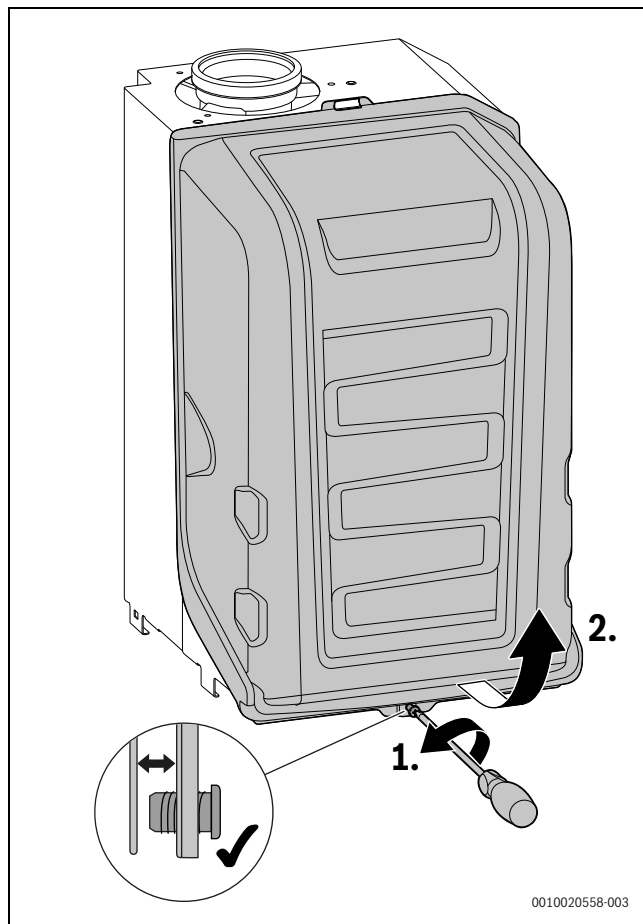

Fig. 110 Scoaterea ajutorului de arzător
- ▶ Scoateți ajutorul de arzător (→ Fig. 110, pagina 65).